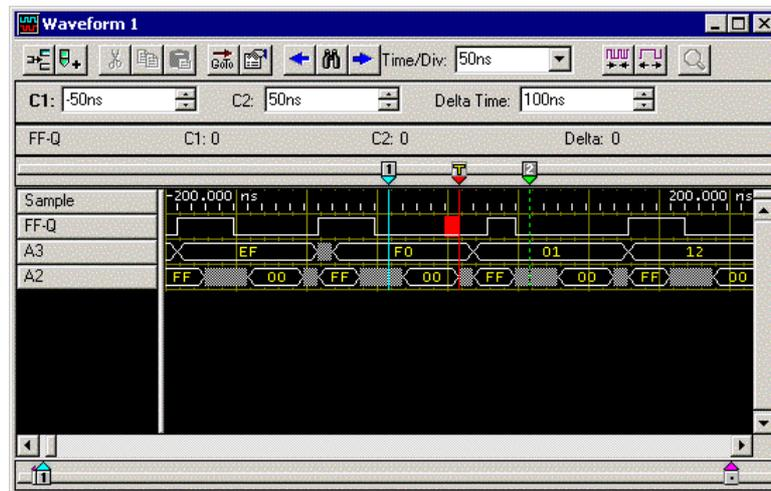

図 3-6 : グリッチ・データが識別表示されたウェブフォーム・ビュー
11. [Waveform 1] ウィンドウに新たにデータが表示されたら、トリガ付近に赤くグリッチが識別表示されていることを確認します (図 3-6)。